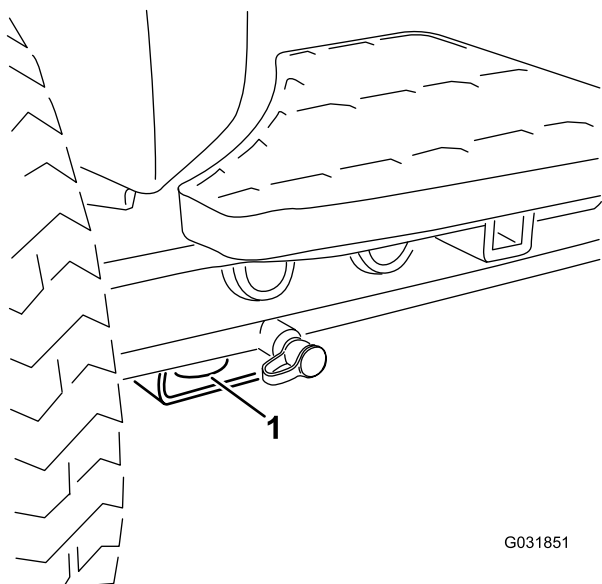
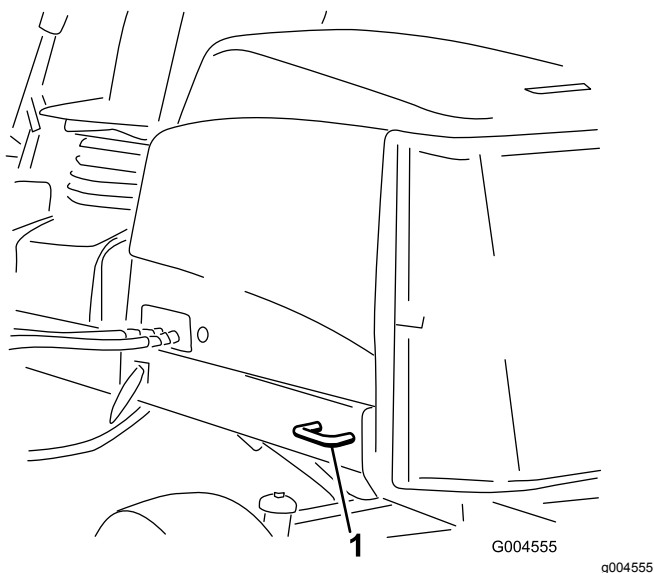

Figura 57
Figura 58
5. Utilize os aros de fixação metálicos na máquina para prender firmemente a máquina ao atrelado ou veículo com cintas, correntes, cabo ou cordas (Figura 57 e Figura 58).
- Dianteira – o orifício na pastilha retangular, por baixo do tubo do eixo, dentro de cada pneu dianteiro (Figura 57)
- Traseira – cada lado da máquina na estrutura traseira (Figura 58)